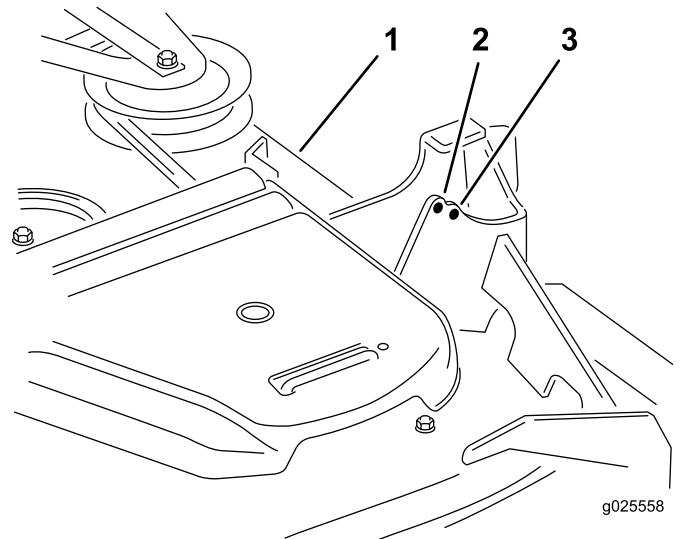

**Figura 83**
- 13. Si las 4 tuercas de ajuste de la carcasa no permiten lograr una altura de corte exacta con la inclinación necesaria, puede ajustar el sistema de ajuste de un solo punto (Figura 83).
14. Para ajustar el sistema de un solo punto, primero afloje los pernos de montaje delantero y trasero de la placa de altura de corte (Figura 83).
16. Apriete los 2 pernos en el borde inferior de la pletina de altura de corte (Figura 83).